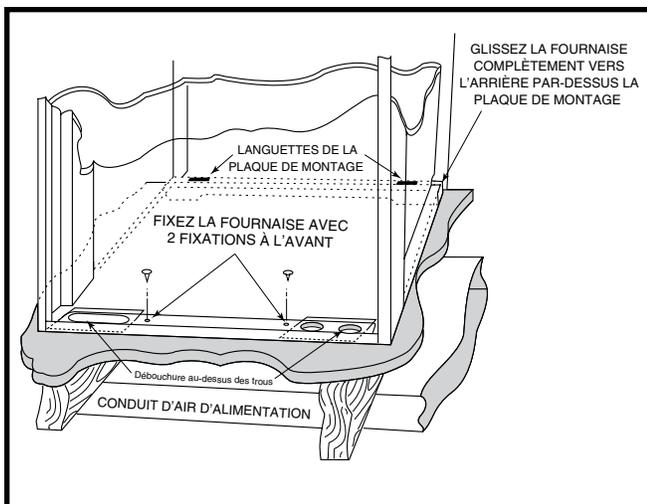

Figure 16. Fournaise de placard sur conduit d'air d'alimentation
4. Fixez le devant avec une (1) ferrure dans chaque coin. Voyez la Figure 16.